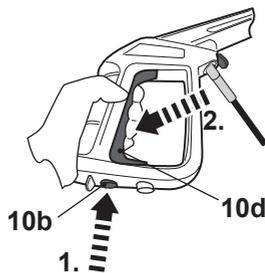

Fig. 27
- > Déverrouillez la gâchette en appuyant sur le bouton de désactivation (10b) (Fig. 27).